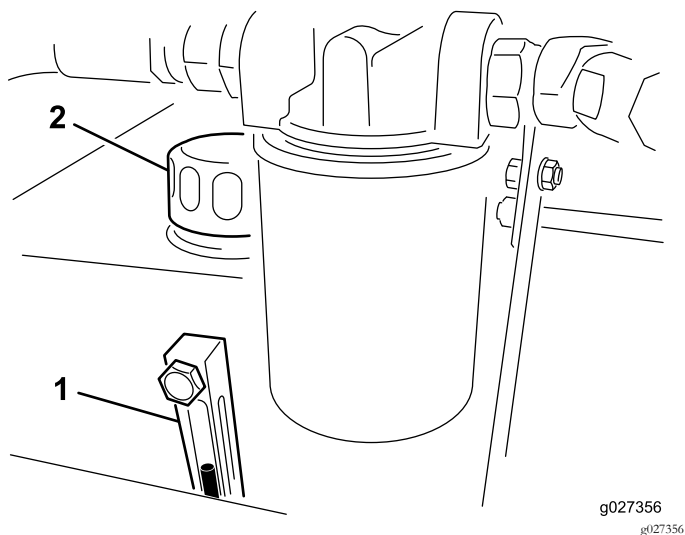

图6
- 2. 通过查看视镜来检查液压油的油位图6。如果液压油升到油位表的中间位置表明油位足够。